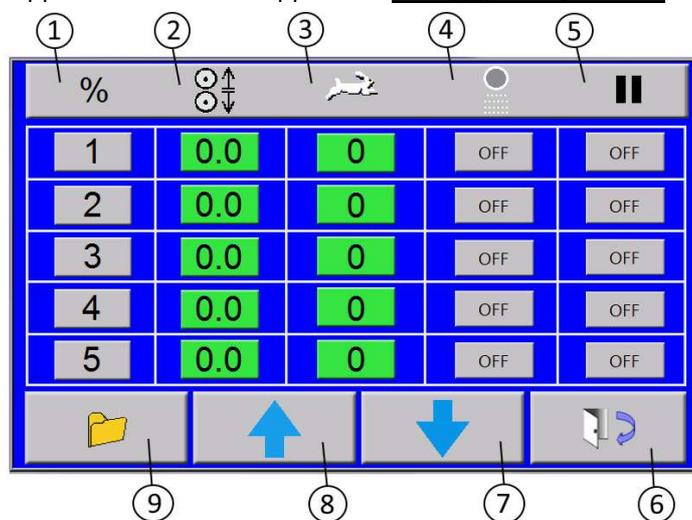

Рисунок 7
- Активируйте или нет фотоэлементы присутствия теста из.5 Обычно это значение должно быть введено во время ВКЛ (ON). Смотрите раздел ОСОБЫЕ ФУНКЦИИ для получения более подробной информации.
- На поле из. 8 расположены две функции, которые невозможно активизировать одновременно (одна функция исключает другую): активизация работы наматывающего устройства или активизация функции ТТ (Table transfer, предназначена для выгрузки теста на рабочий стол). В случае выбора функции ТТ на экране появятся поля, изображённые на из. 8а, в которые необходимо ввести параметры скорости ленты на выходе и времени ожидания до момента остановки рабочего процесса. Отсчёт времени начинается с момента, когда «хвост» теста освобождает фотоэлемент. Сторона выхода теста в конце процесса раскатки Рис.7 может быть установлена справа или слева, в зависимости от необходимости. При выборе наматывающего устройства (из. 8б), в конце процесса прокатки активизируется стандартная программа, посредством которой осуществляется определение рабочей позиции наматывающего устройства и управление скоростью ленты (смотрите раздел 3.4.9 настоящего руководства). В этом случае, сторона выхода теста соответствует стороне, на которой находится наматывающее устройство (>L если наматывающее устройство слева – R> если наматывающее устройство справа).
- После чего нажмите кнопку "OK" из. 9: система обработает введённые данные и приступит к созданию второй части программы (см. рисунок 7). Для отображения введённых данных достаточно нажать кнопку со стрелкой вниз из. 11. **ВНИМАНИЕ: нажатием кнопки "OK" вы не сохраните введённый рецепт.**
Вторая часть рецепта уже частично заполнена (рисунок 7) системой, используя данные, введённые в первой части. Возможно внести изменения в каждый отдельный прокат (колонна из. 1) в зависимости от потребностей клиента:
- Пособием кнопок из. 7 и 8 возможен переход с одного экранного изображения рецепта на другое, тогда как для выхода из меню достаточно нажать кнопку выхода из. 6 Рис. 7. Все введённые вами до этого момента, данные не будут сохранены.
- После внесения в программу изменений необходимо сохранить их посредством кнопки из. 9 Рис. 7. После нажатия этой кнопки на экране появится новое меню, изображённое на Рисунке 8.
Следуйте инструкциям, изложенным в разделе 6 для создания первой последовательности прокатов программы; после нажатия кнопки "ОК" из. 9 Рис. 6, нажмите стрелку вниз из. 11 Рис. 6 и используйте её из. 7 Рис. 7 для перемещения между всеми прокатами, предусмотренными программой, разместившись в первом свободном окне колонны из. 1 Рис. 7. Прикоснувшись к номеру вы снова выйдете на экранное изображение программирования рис. 6. Для создания второй последовательности прокатов программы следуйте инструкциям, изложенным выше (обычно необходимо повторить введение данных первого цикла), нажмите ОК, стрелку вниз и повторите те же операции для каждой последовательности, до последней. После окончания программирования не забудьте сохранить введённые данные, следуя инструкциям, изложенным в конце раздела 6.